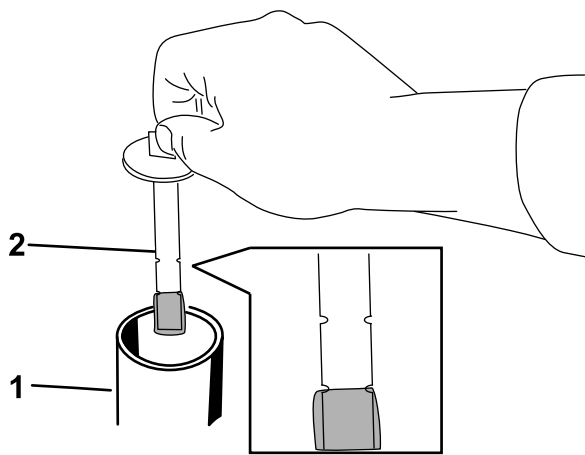

Figure 81
7. Enlevez le bouchon du goulot de remplissage et vérifiez le niveau de liquide sur la jauge (Figure 81).